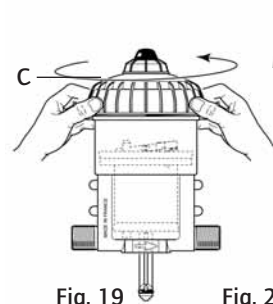

Fig. 19
- Draai het schroefdeksel met de hand los (fig. 19-C).